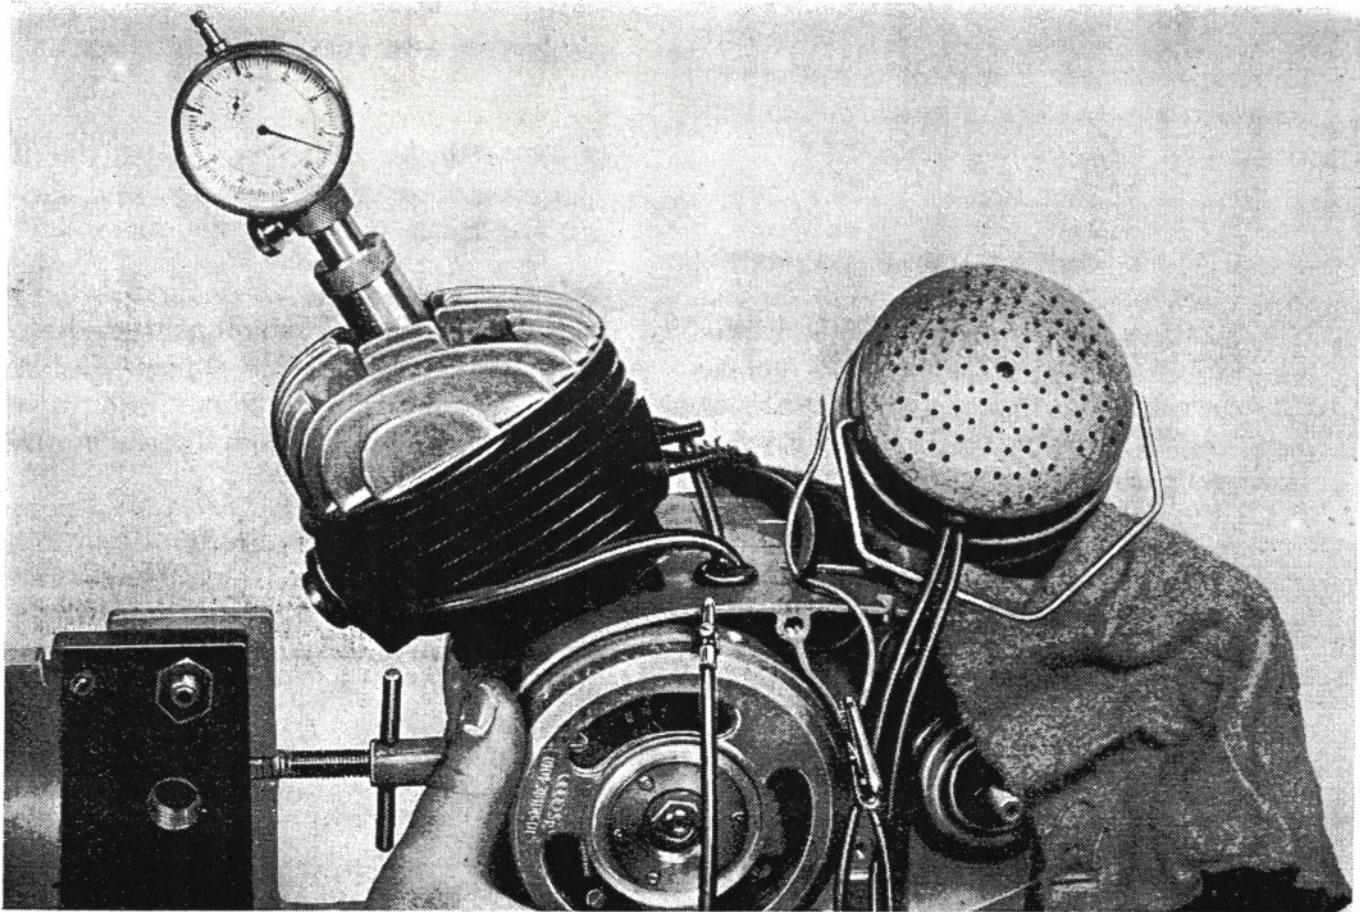

Abb. 65 Summer zum Einstellen der Zündung angeklemmt
1. Kolben mit Hilfseindrücker, Teile-Nr. 0101-70401-00.1, so auf das Pleuel setzen, daß der auf dem Kolbenboden eingeschlagene Pfeil zum Auslaßkanal des Zylinders zeigt. Geölten Kolbenbolzen, wie Abb. 65 zeigt, in die ebenfalls geölte Pleuelbüchse eindrücken.
5. Ein Anschlußkabel des Summers, wie Abb. 65 zeigt, an Masse und das andere an das Kurzschlußkabel (grün) anklemmen.